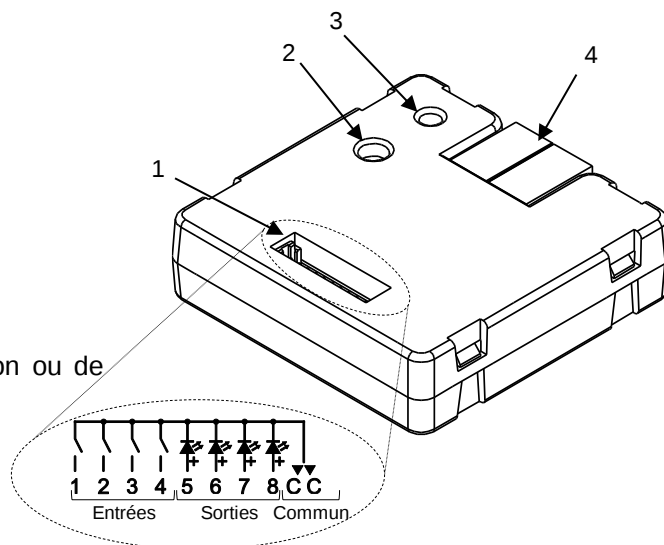

Figure 1: BIN 44
(2) Un seul connecteur autant pour entrées comme pour sorties. Voir figure 1.